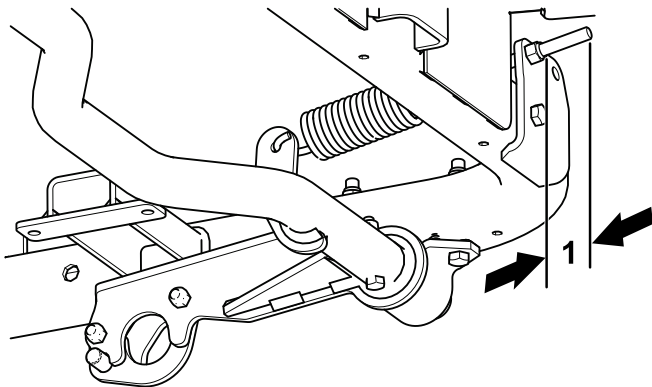

Figura 19
- A. Scoatei urubul i piulia care fixează tija de tubul pivotant (Figura 19).
- B. Rotii articulaia sferică prezentată în Figura 19 pentru a modifica lungimea tijei după cum urmează: